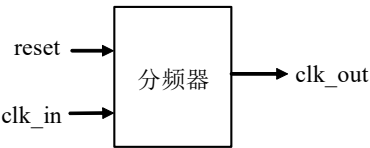

图 1
18. 图 1 所示为一个分频器，`clk_in` 为 10MHz 的输入时钟信号，`reset` 为异步复位信号，`clk_out` 需输出 1Hz 的时钟信号。当 `reset` 为低电平时，分频器复位，输出保持低电平；当 `reset` 为高电平时，分频器正常工作。编写实现该分频器的 Verilog 程序。